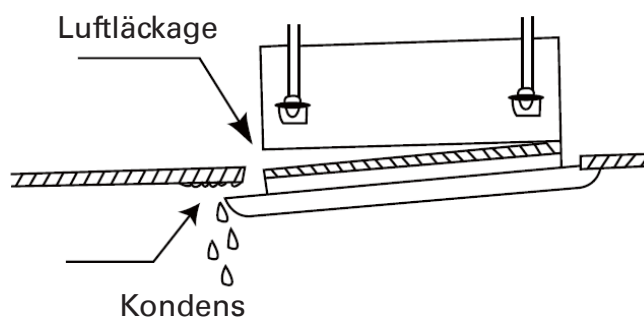

Fig.35
(2). Felaktig inskruvning av skruvarna kan orsaka de problem som visas i Fig.35.